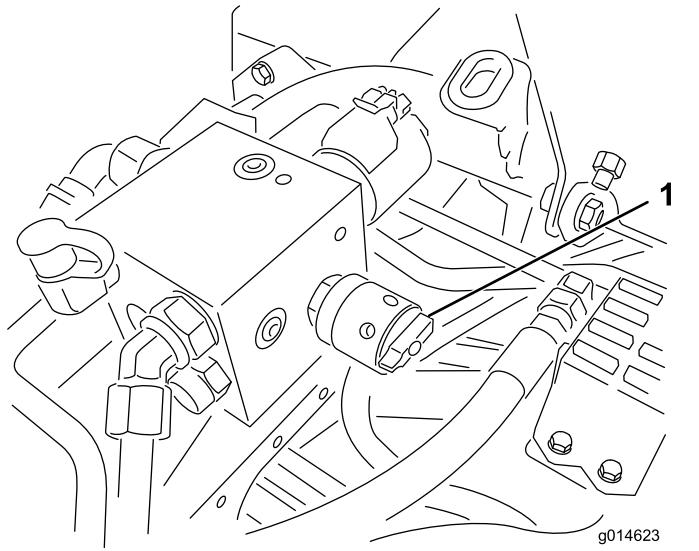

Figure 35
- Pour régler la vitesse des cylindres, tournez le bouton (Figure 35) jusqu'à ce que la flèche soit en face du numéro correspondant au réglage voulu.